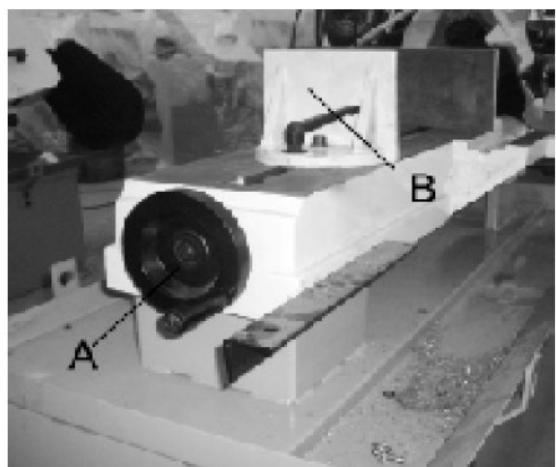

Рис. 12
Заготовка устанавливается между губками тисков, участок для обработки выступает за пределы режущего полотна. Станок оснащен тисками с губками «быстрого действия», которые позволяют быстро установить подвижные губки тисков (B) (рис. 12) в нужное положение. Следует повернуть маховик ручной подачи (A) на пол-оборота против часовой стрелки для перемещения губок тисков (B) в нужное положение. Затем зажать заготовку в тисках (B), повернув маховик ручной подачи по часовой стрелке. При зажиме заготовки в тисках возможна ее обработка под любым углом (от 90 до 45 градусов), для этого необходимо ослабить две пружинные зажимные рукоятки (по одной на каждой губке тисков), установив тиски под нужным углом и затянув пружинные зажимные рукоятки. Правая губка тисков оснащена неподвижными упорами, позволяющими быстро устанавливать тиски под углом 90 или 45 градусов. Для проверки и регулировки неподвижных тисков выполнить следующие действия: